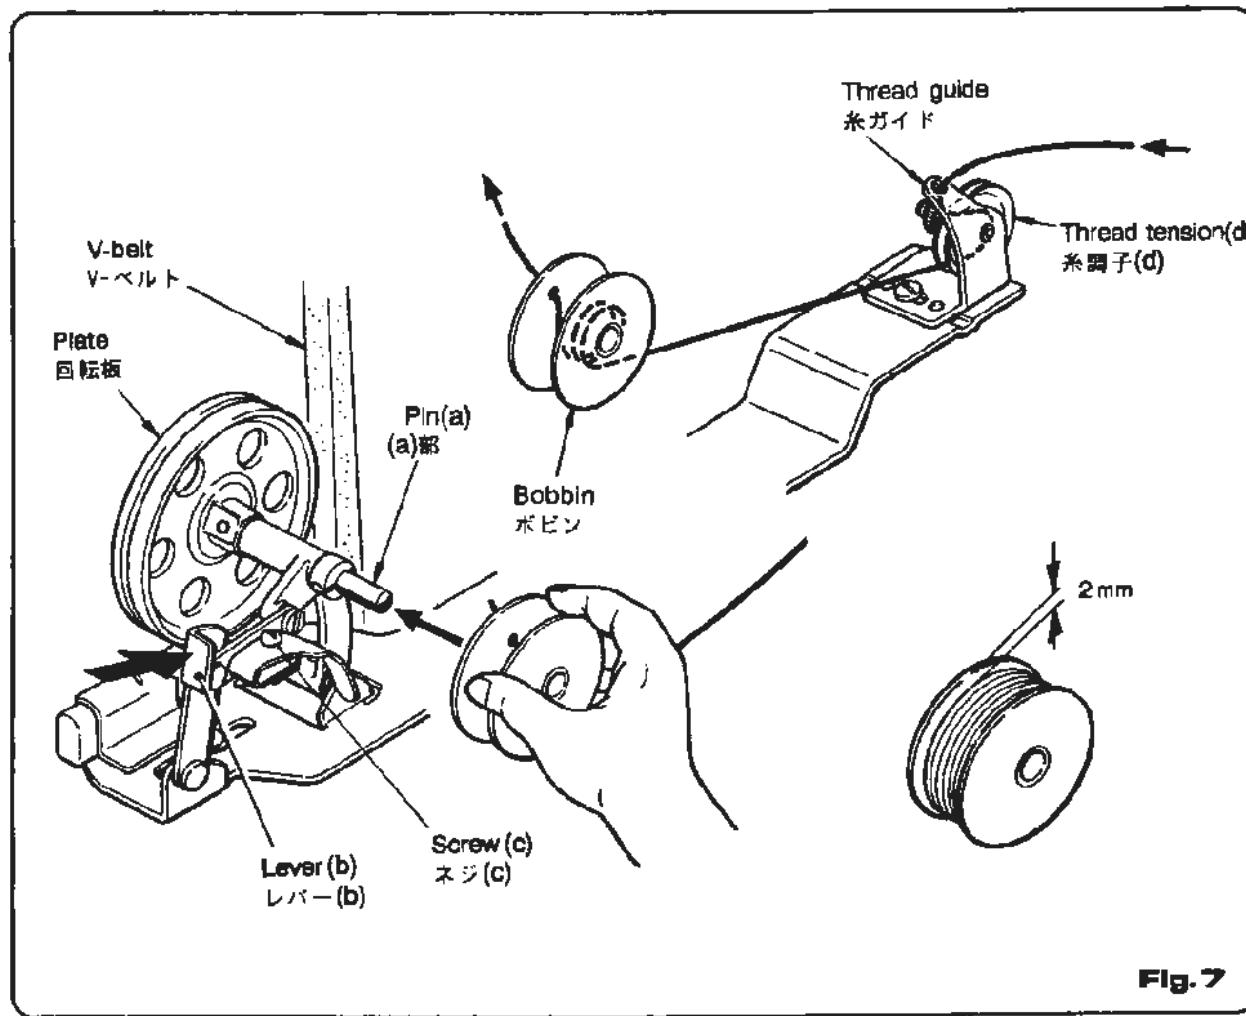

Fig. 7
- (1) To wind thread on a bobbin, install a bobbin on pin (a) of the thread winder (Figure 7), turn lever (b) down, press rotary plate against V-belt and run the machine. It is a good idea to wind thread 3 to 4 turns on the bobbin by hand before installing the bobbin on the winder.
- (2) Thread winding diameter should be 2 mm smaller than outer diameter of bobbin.
- (3) Thread winding diameter adjustment can be made by loosening screw (c). Turn screw clockwise to make thread winding diameter large, counterclockwise make small.
- (4) Thread winding can be stopped automatically by lever after winding is finished.
- (5) Increase spring pressure of thread tension (d) in case of onesided thread winding.
- (1) Fig 7で示す通りボビンに糸を巻く場合は、糸巻きの(a)部にボビンを取りつけ、レバー(b)を倒してVベルトに押しつけミシンを運転してボビンに巻きます。この時、糸をボビンに3・4回手でまいてから、ボビンを糸巻きに取りつけて下さい。
- (2) 糸巻き径はボビンの外径より2mm位小さく巻いて下さい。
- (3) 糸巻き径の調整は、ネジ(c)にて調整して下さい。ネジを右に廻すと糸巻き径は大きくなり、逆に左に廻すと糸巻き径は小さくなります。
- (4) 糸巻きは、巻き終りましたら、自動的にレバーがおきて停止します。
- (5) 糸巻きしている時、糸巻きがかたよる場合は、糸調子(d)のスプリング圧を強くして下さい。